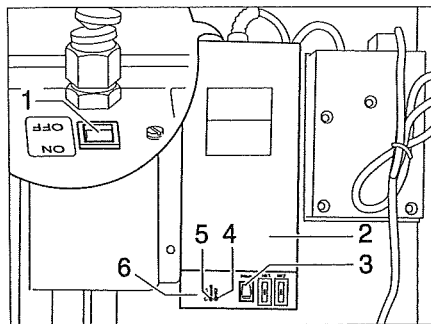

Bild 110 Transformator med regulator
Transformatorn 230 V AC/12 V DC (Bild 110,2) är beroende på modell monterad i klädskaftet eller i den främre bänken på sittgruppen.
- Kontrolllampan (Bild 110,5) lyser grönt: Regleringen aktiv
- Kontrolllamporna (Bild 110,4 och 6) lyser rött: Avloppsledningarna värms upp
I huset sitter en återfjädrande kontrollknapp (Bild 110,3) med vilken regulatorn kan tas i drift under en kort tid. Genom att trycka på den återfjädrande kontrollknappen låter sig uppvärmningen testas, även när omgivningstemperaturen ligger över 5 °C.
- Ställ brytaren (Bild 110,1) på transformatorn (Bild 110,2) på "ON".
- Ställ brytaren (Bild 110,1) på transformatorn (Bild 110,2) på "OFF".